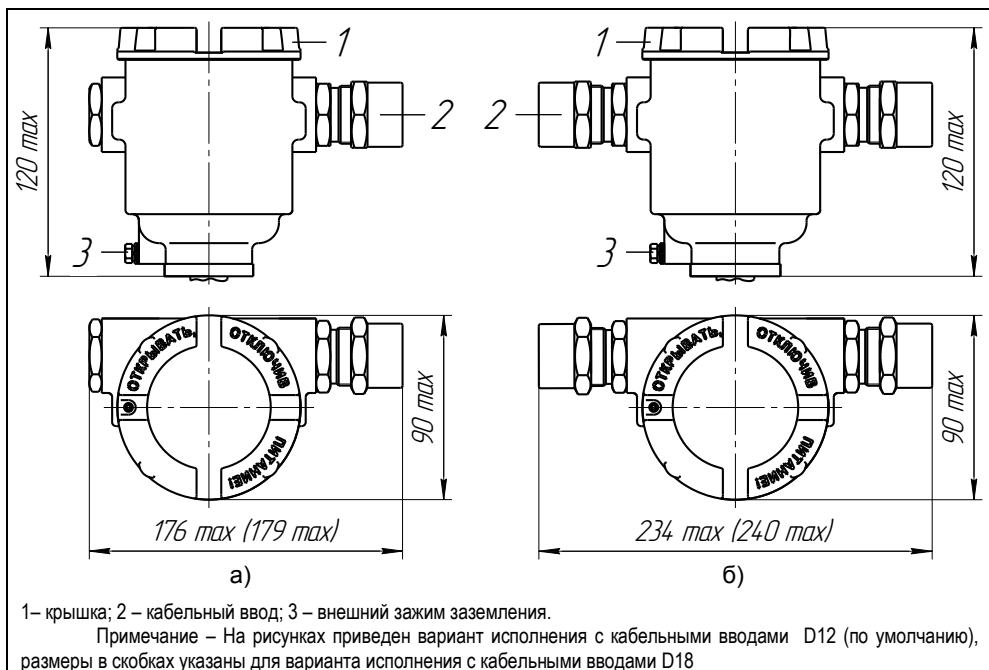

Рисунок 2 – Варианты исполнения корпуса:
1.4.2 Корпус преобразователя имеет съемную крышку 1, один или два кабельных ввода 2 и внешний зажим заземления 3 (рисунок 2).